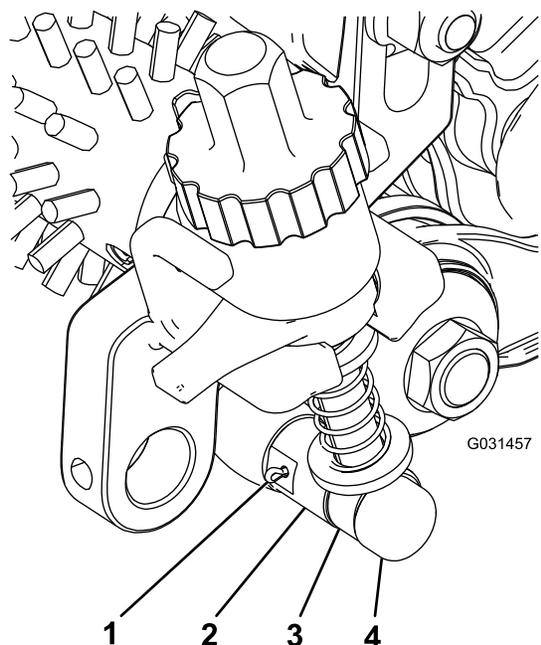

Figura 20
- Alinhe a barra de montagem do braço de ajuste para perto do conjunto do rolete com o anel de ajuste no conjunto do rolete e fixe-o com um pino de ajuste e um contrapino (Figura 20).